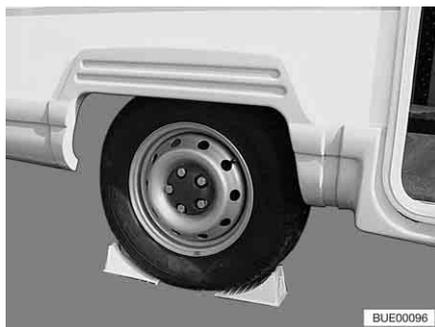

Fig. 274 Bloccare il veicolo
- Sistemare in corrispondenza della ruota di fronte i cunei d'arresto o oggetti simili in modo da bloccare il veicolo (Fig. 274).